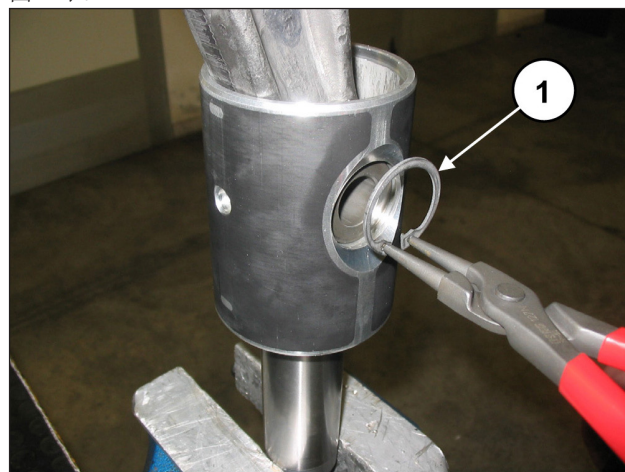

图 35
拆除两个销子锁定开口环，可使用专用工具(位置①，图 35)。
将连杆插入活塞导承(①，图 37)，接着插入销子(①，图 36)。安装两个止挡开口环，可使用专用工具(位置① - 图 35)。